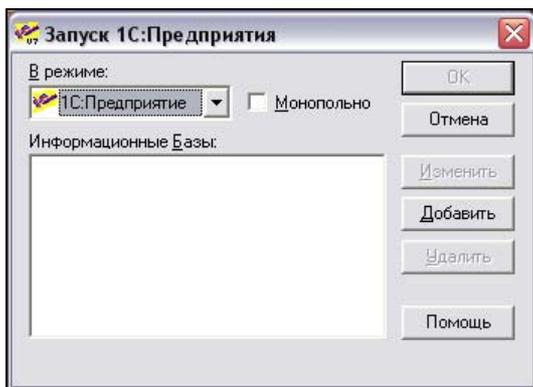

Рис. 1.9. Окно Запуск 1С:Предприятия
13. Для установки конфигурации запускаем "1С:Предприятие" в меню **Пуск\Программы\1С Предприятие 7.7**. Окно запуска до установки конфигурации выглядит так, как показано на рис. 1.9.